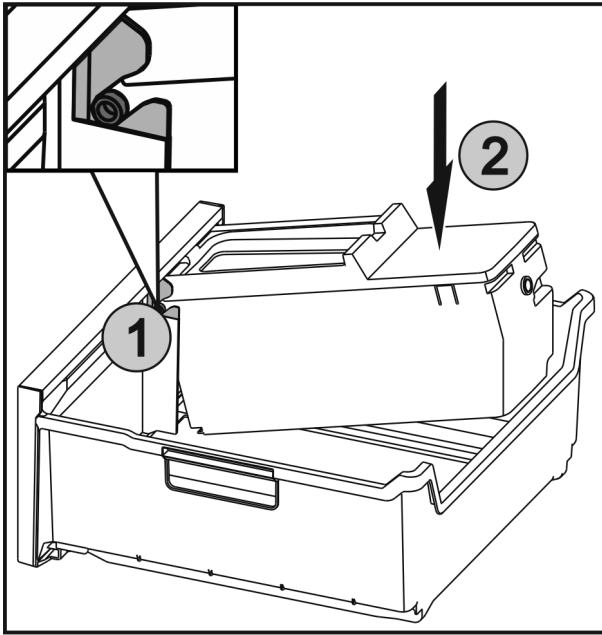

Fig. 41
- ▶ Вкарайте осите Fig. 41 (1) на EasyTwist-Ice във водачите и натиснете задната страна Fig. 41 (2), докато езичето се фиксира.